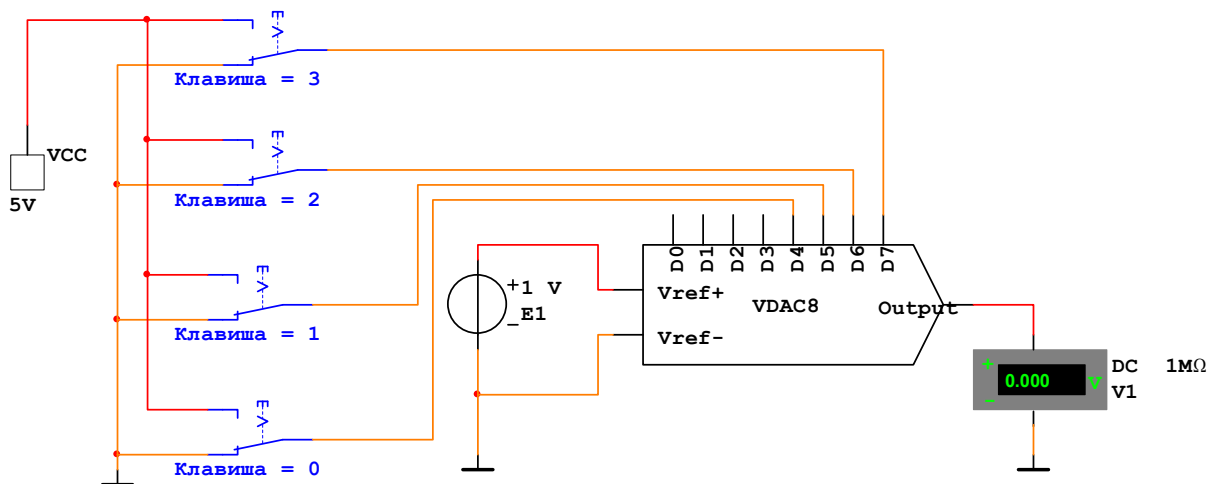

Рис.14.4
14.2.7. Соберите схему для изучения ЦАП, приведенную на рис.14.4. Переключатели [0] - [3] используются для задания кодовых комбинаций на входе ЦАП (верхнее положение - 1, нижнее - 0), генератор E1 – источник опорного напряжения (ИОН), вольтметр V1 показывает величину выходного напряжения.